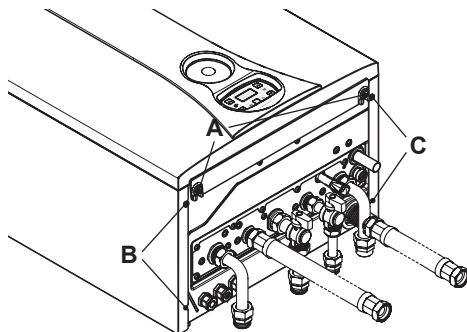
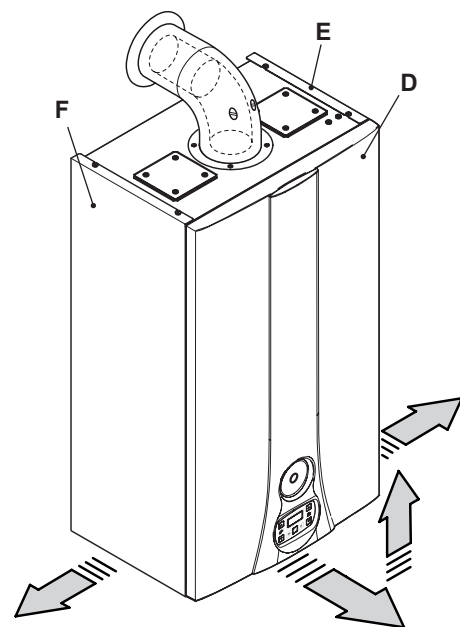

Figura 9.5
Figura 9.6
- Svitare le viti A e rimuovere il pannello frontale D tirandolo a sé e quindi spingendolo verso l'alto in modo da liberarlo dalle sedi superiori (Figura 9.5 e Figura 9.6).
- Allentare la viti B e C in Figura 9.5 e togliere i due pannelli laterali E ed F tirandoli verso l'esterno.
- Bloccare il pannello frontale D con le apposite viti A (Figura 9.5).